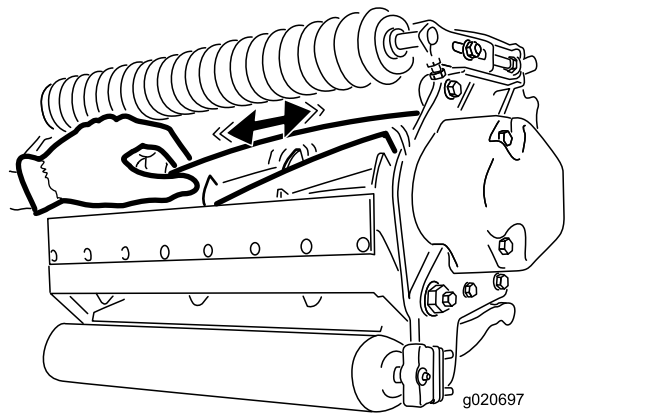

图27
2. 使用抹布或厚垫手套握住滚刀刀片尝试将滚刀组件从一侧移向另一侧 图27。